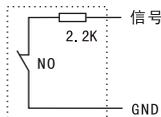
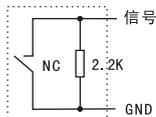

图 1
图 2
a. 在分机的背后有八组报警方式选择插针座，从左至右依次是：烟感、瓦斯、红外、门磁及四组自定义防区。这些插针座在安装时应根据连接情况作出适当的选择：不连接报警探头的插针应插上短路块，否则会一直报警；连接报警探头的插针应拨下短路块，否则不能正常处理警情。在报警探头中有些是开路报警NO式（无报警时控制触点常闭，报警时控制触点断开），有些是短路报警NC式（无报警时控制触点常开，报警时控制触点接通），当探头报警方式为NO式时，应在探头触点间串接—2.2K电阻(如图1)；当探头报警方式为NC时，应在探头触点间并接—2.2K电阻（如图2）。连接电阻时应将电阻连在靠近探头触点端，这样可使分机探头在遭到强行拆卸时能正常发出警报声。每组探头端口可接多个相同的探头监测多个地点，方法是：NO式探头报警触点串联连接（如图3）；NC式探头报警触点并联连接（如图4）。